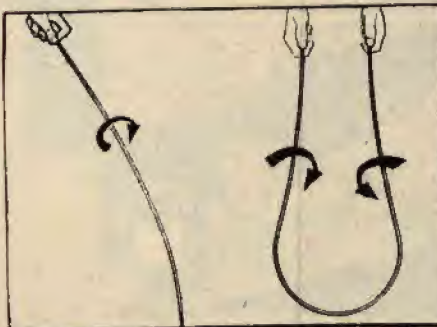

Fig. 7
**Fig. 7 - CONTROLLO DELL'ALBERO DEL FLESSIBILE.** Sistemate il cavetto flessibile ben dritto su un tavolo e fate ruotare l'albero. Procedendo in tal maniera verranno poste in rilievo tutte le imperfezioni. Altro sistema consiste nel tenere le due estremità del cavetto sì che la parte rivolta al basso venga a formare un semi-anello. Raggiunta tale posizione, ruotare lentamente l'albero fra le dita.